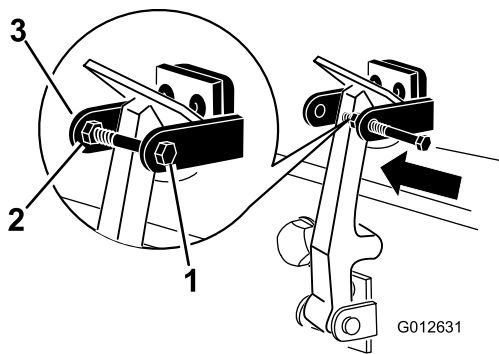

Figura 11
8. Montate il bullone nell'altro braccio della staffa del fermo del cofano per bloccare il fermo in posizione (Figura 11). Serrate il bullone ma non serrate il dado.